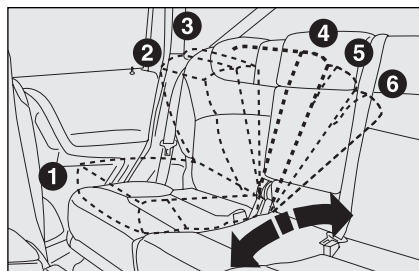

fig. 16
- ☐ ponga el asiento trasero deslizante completamente hacia atrás y con el respaldo regulado en la 4ª posición, como se ilustra en la fig. 16.
- ☐ ponga el asiento trasero completamente hacia atrás y con el respaldo regulado en la 4ª posición, como se ilustra en la **fig. 16**;